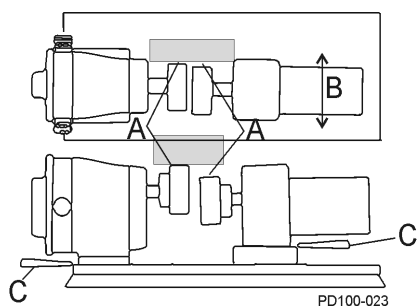

Рисунок 20 - Проверка параллельного смещения
2. Используя калибр для выравнивания зазоров в местоположении "А" в Рисунок 20, определите направление и расход требуемого движения (Рисунок 20, пункт В).